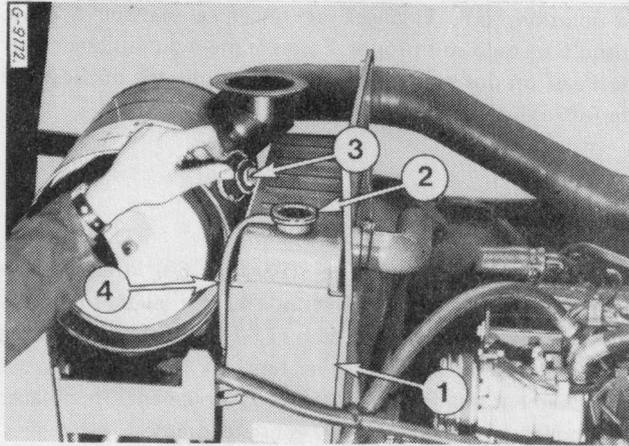

Figure 65
Si le moteur est équipé du filtre représenté fig. 65 desserrez les vis (8 ou 9) et les vis de purge correspondantes (5 ou 6). Resserrez dès que l'eau est évacuée et que le combustible commence à s'écouler.
Tournez lentement le bouchon de radiateur (3) fig. 65 dans le sens contraire des aiguilles d'une montre, jusqu'au cran de sécurité, afin de laisser la vapeur ou la pression s'échapper ; puis appuyez et tournez dans le même sens.
Remettez le moteur en marche et laissez-le tourner jusqu'à ce qu'il ait atteint sa température normale de fonctionnement. Complétez le niveau du système de refroidissement voir fig. 65.